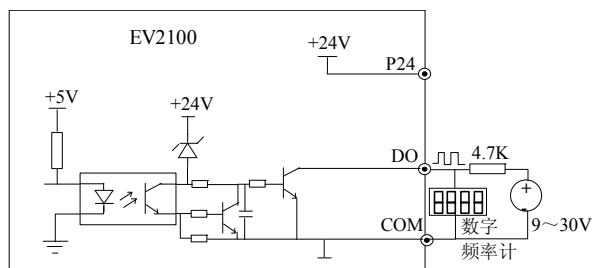

图3-31 输出端子DO连接方式2
④数字脉冲频率输出DO也可使用外部电源，9V~30V，接线方式请参见图3-31。